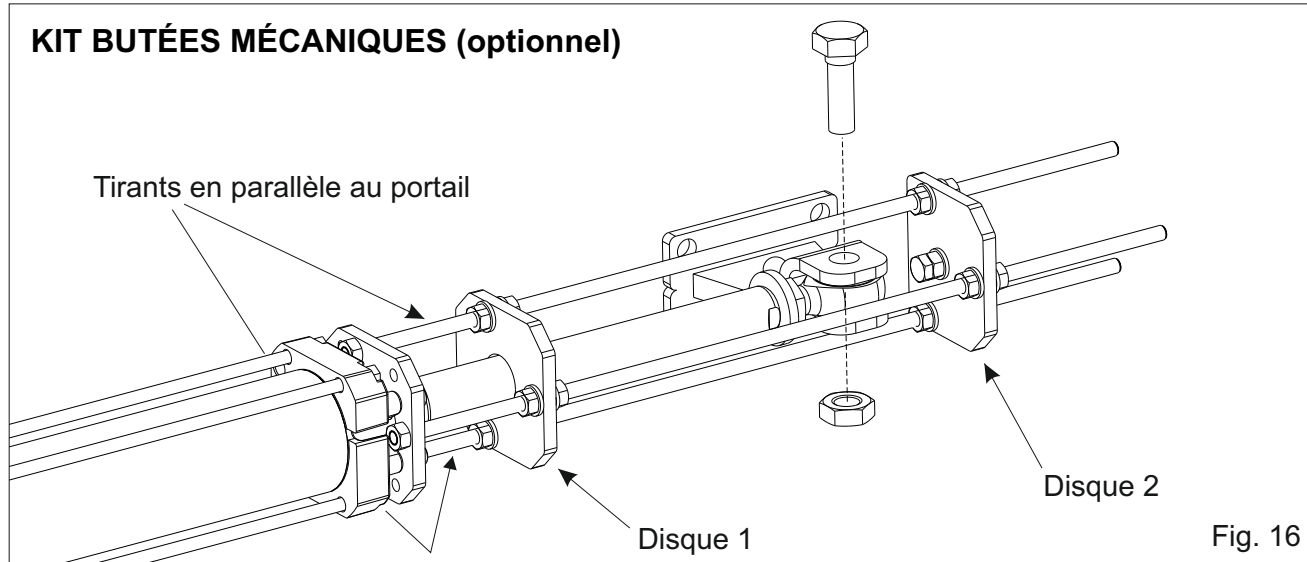

Fig. 16
- 3) Mettre les butées de fin de course sur la bride antérieure de l'ensemble avec les deux tirants (des trois présents sur la butée) qui se trouvent en parallèle au portail (Fig. 16).